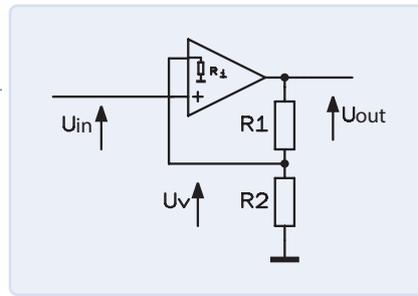

Bild 3. Der nicht-invertierende Verstärker.
**Bild 3** zeigt das grundlegende Schaltbild des nicht-invertierenden Verstärkers. In dieser minimalistischen Version benötigt man auch hier nur zwei externe Widerstände. Für die Ausgangsspannung eines Operationsverstärkers gilt die folgende Formel: